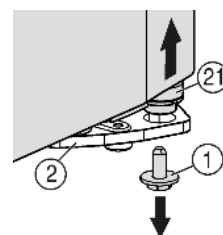
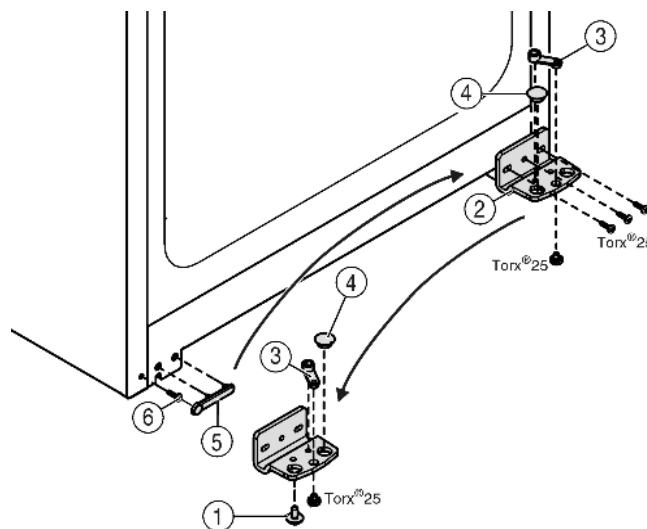

Fig. 4
Fig. 5
- ▶ Внизу справа на опорном кронштейне выкрутите фиксирующий винт Fig. 4 (1).
- ▶ Опорный палец Fig. 4 (21) можно извлечь из опорного кронштейна Fig. 5 (2).
- ▶ Если установочный винт Fig. 4 (21) не откручивается, его можно вынуть, нажав на него снизу.
- ▶ Открутите опорный кронштейн Fig. 5 (2).
- ▶ Открутите опорную деталь Fig. 5 (3) и, переставив в отверстие на противоположной стороне опорного кронштейна, снова прикрутите.
- ▶ Извлеките заглушку Fig. 5 (4) из опорного кронштейна и переставьте ее в отверстие на противоположной стороне опорного кронштейна.
- ▶ Осторожно снимите крышку со стороны ручки Fig. 5 (5).
- ▶ Выкрутите болт Fig. 5 (6) и вкрутите на противоположной стороне.
- ▶ Снова установите крышку Fig. 5 (5).
- ▶ Снова прикрутите опорный кронштейн Fig. 5 (2) на новой стороне шарнира (с моментом 4 Нм). При необходимости используйте аккумуляторный шуруповерт.
- ▶ Вкрутите фиксирующий винт Fig. 4 (1) вниз в опорный палец и затяните (с моментом 4 Нм).